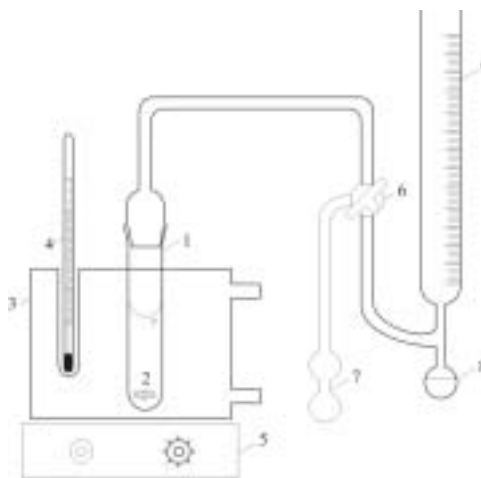

图 2-32 H_2O_2 分解测定装置
仪器: 超级恒温槽, 移液管(5 mL), 实验装置见图 2-32。
2. 按图 2-32 装好仪器。